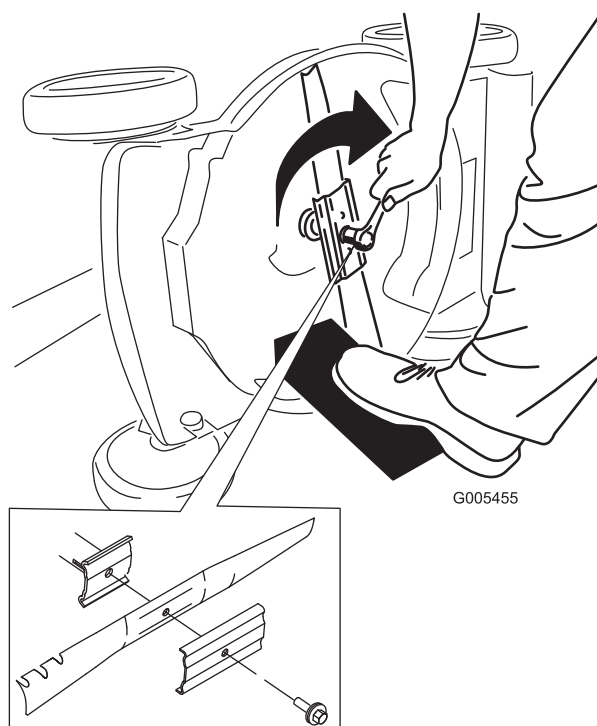

Figure 28
5. Montez la nouvelle lame et toutes les fixations (Figure 28).
1. Tournez le bouton de réglage dans le sens antihoraire pour desserrer le réglage du câble (Figure 28).
2. Ajustez la tension des câbles (Figure 28) en les tirant en arrière ou en les poussant en avant puis en les maintenant à cette position.